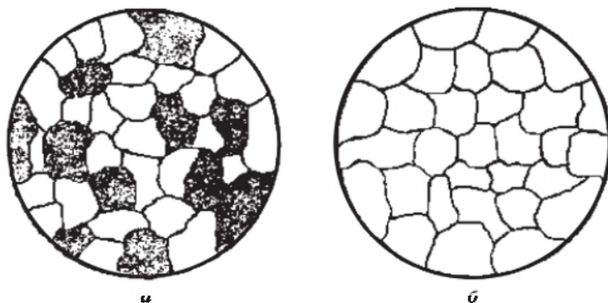

Рис. 17. Микроструктура сплава двух металлов, образующих механическую смесь (а) и твердый раствор (б)
1. В твердом состоянии сплавленные металлы не растворяются и химически не взаимодействуют друг с другом. Образующийся сплав представляет собой твердую механическую смесь, состоящую из мельчайших кристалликов исходных компонентов, которые легко различаются на микрошлифе с помощью микроскопа (рис. 17). Примерами таких сплавов являются сплавы олова и свинца, серебра и свинца.